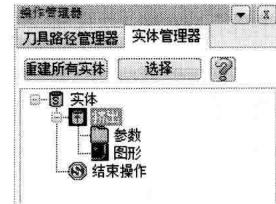

图 1-18 【实体管理器】
- 【实体管理器】：如图 1-18 所示，相当于其他软件的模型树，记录了实体造型的每一个步骤以及各项参数等内容，通过每个特征的右键菜单可以对其进行删除、重建和编辑等操作。